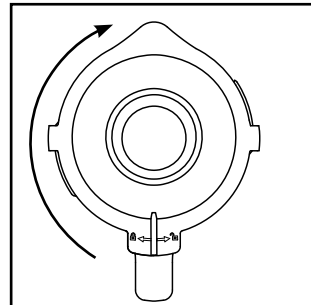

Abb. 2
4) Drücken Sie den Deckel **2** versetzt wieder fest auf den Mixaufsatz **3** auf. Schließen Sie den Deckel **2**, indem Sie ihn im Uhrzeigersinn in die Position  drehen, bis er hörbar einrastet (siehe Abb. 2). Achten Sie darauf, dass die Ausgießnase am Mixaufsatz **3** verschlossen ist. Nur wenn der Deckel **2** bündig aufgesetzt ist, kann der Motor starten.